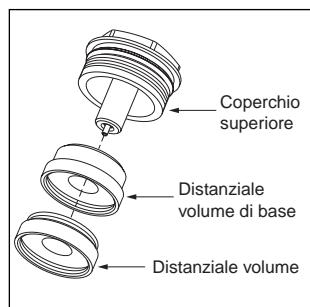

Fig. 6
4. Per aggiungere distanziatori, incastrare un distanziale nel fondo del distanziale di base (Fig. 6)